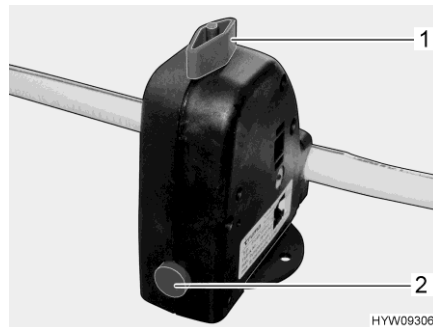

Bild 112 Säkerhets-/avtappningsventil (varmvattenberedare)
Varmvattenberedaren är utrustad med en säkerhets-/avtappningsventil (Bild 112). Säkerhets-/avtappningsventilen gör så att vattnet i varmvattenberedaren inte kallnar när det är frost och värmen inte är påslagen.
- Stäng säkerhets-/avtappningsventilen. Ställ vredet (Bild 112,1) diagonalt mot säkerhets-/avtappningsventilen och tryck in tryckknappen (Bild 112,2).
- Öppna säkerhets-/avtappningsventil. Vrid då vredet (Bild 112,1) mot säkerhets-/avtappningsventilen. Tryckknappen (Bild 112,2) skjuts ut. Nu töms varmvattenberedaren via säkerhets-/avtappningsventilen utomhus.